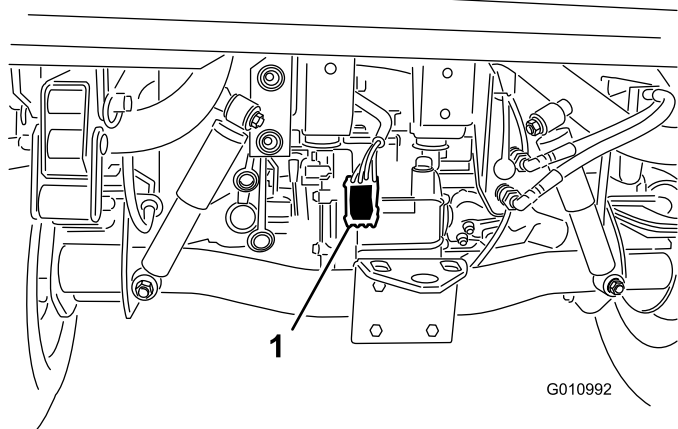

図 7
4. スーパーのワイヤ・ハーネスを、ワークマンのメイン・ワイヤ・ハーネスに沿って車両後部へ配線する (図 7)。